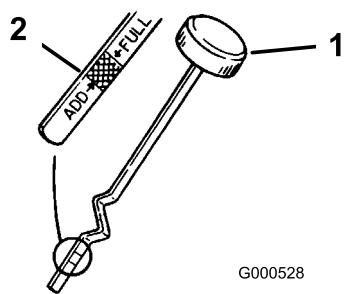

Bild 34
- Schrauben Sie den Ölpeilstab heraus und wischen Sie das Metallende ab (Bild 34).